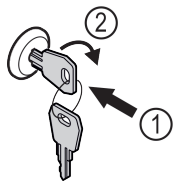

Fig. 126
- ▶ Trykk inn nøkkelen Fig. 126 (1).
- ▶ Vri nøkkelen 90° med klokka Fig. 126 (2).